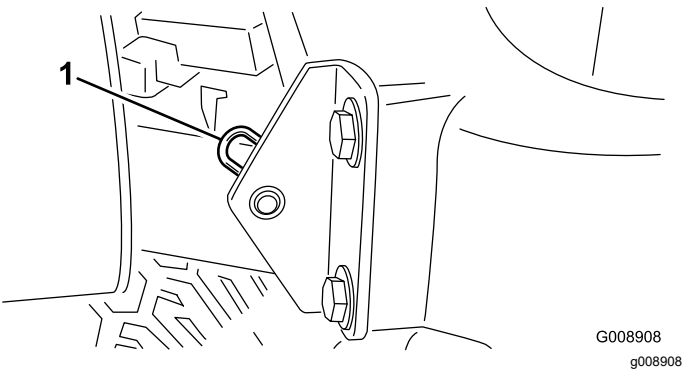

Figura 39
- 2. Retire el pasador que fija el pivote del capó a los soportes (Figura 39).